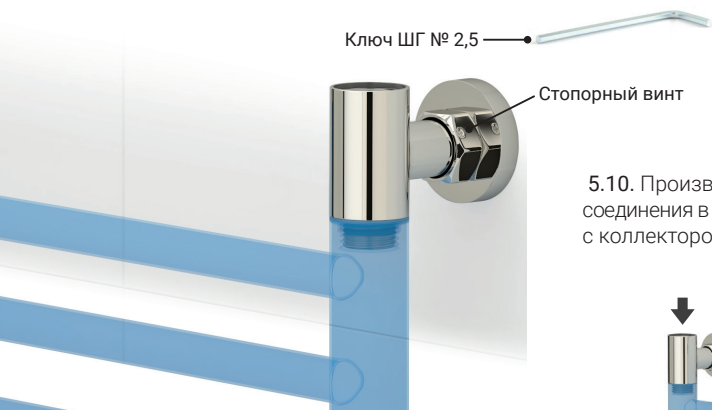

Рис. 8
5.8. На необходимом расстоянии от стены зафиксируйте глухие угловые корпуса в конус-фальшгайках опоры стопорным винтом с помощью шестигранного ключа №2,5 (рис. 8).